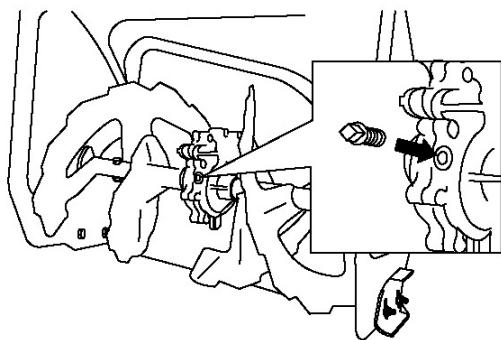

Рисунок 47.
2. Очистите поверхность вокруг заливной пробки (Рис. 47).